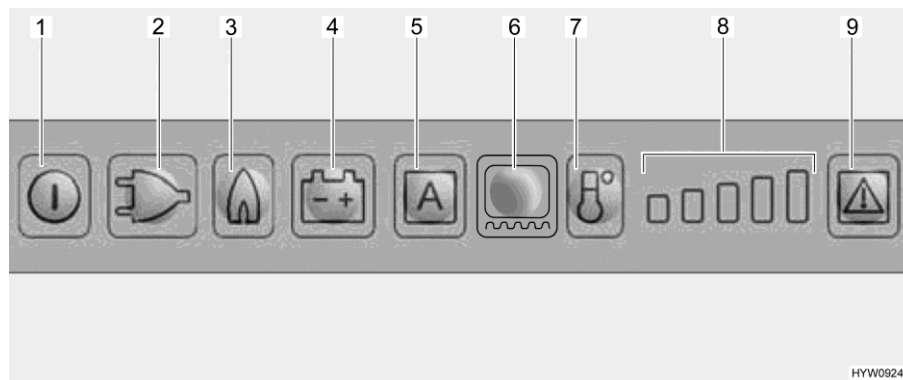

Bild 248 Lysdiodesreglage (kylskåp Dometic)
När gasdriften väljs öppnas tändsäkringen automatiskt så att gas kan strömma till brännaren. Samtidigt tillkopplas den elektroniska tändaren. Om gaslågan skulle slockna, t. ex. på grund av att det blåser, aktiveras tändaren direkt igen och tänder gasen. Vid störningar i gasdrift blinkar ljusknapparna Gas (Bild 248,3) och Störning (Bild 248,9) och det låter i 20 sekunder en akustisk signal.
- Tryck på på/av-knappen (Bild 248,1) i cirka 2 sekunder. Kylskåpet slår på sig, det senast inställda driftläget indikeras.
- Tryck in de belysta knapparna för önskat driftläge (Bild 248,2 - 4) eller för det automatiska läget "AES" (Bild 248,5) (endast för AES utförande).
Ställa in kyltemperaturen: ■ Ställ in kyltemperaturen med knappen kylnivåer (Bild 248,7). Kylnivåindikatorerna (Bild 248,8) visar den valda termostatinställningen.
Slå från: ■ Tryck på på/av-knappen (Bild 248,1) i cirka 2 sekunder.
När kylskåpet sätts på väljs automatiskt en termostatinställning i mittläge. Denna inställning kan ändras manuellt med knappen temperaturnivåval (Bild 248,7). Det tar alltid några timmar innan man har en normal drifttemperatur i kylskåpet. Vid omkopplingen till ett annat driftläge, bibehålls termostatinställningen.
Ställa in driftstiden: ■ Koppla in ramvärmen under 2 timmar: Tryck på ljusknappen ramvärme (Bild 248,6) en gång. En stapel i kylnivåindikatorerna (Bild 248,8) tänds.
■ Koppla in ramvärmen under 5 timmar: Tryck på ljusknappen ramvärme (Bild 248,6) två gånger. Två staplar i kylnivåindikatorerna (Bild 248,8) tänds.
■ Ställa in ramvärmen på kontinuerlig drift: Tryck på ljusknappen ramvärme (Bild 248,6) tre gånger. Två staplar i kylnivåindikatorerna (Bild 248,8) tänds.
Kylnivåindikatorn (Bild 248,8) visar under några sekunder ramvärmens driftslängd.
Vid en störning blinkar lysknappen Störning (Bild 248,9). Dessutom blinkar antingen en av de lysknapparna Driftläge eller kylnivåvisningen. Dessutom ljuder en akustisk varningssignal. För råd beträffande felindikering och felavhjälpling, se kapitel 15.
- ▷ Tryck, efter åtgärdande av ett fel på gasdriften, in lysknappen Återställ (Bild 248,9).